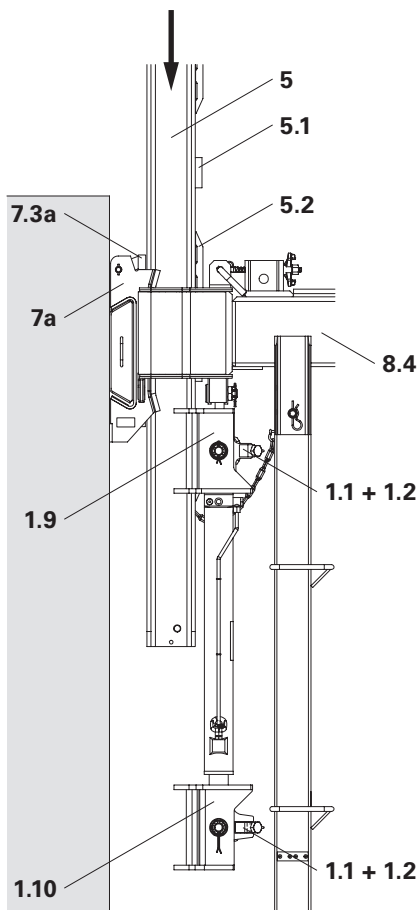

Fig. 12
5. Abbassare ulteriormente la guida di ripresa e inserirla nella testa di ripresa inferiore **(1.10)** e nel dispositivo di sospensione **(7b)**. (Fig. 12)